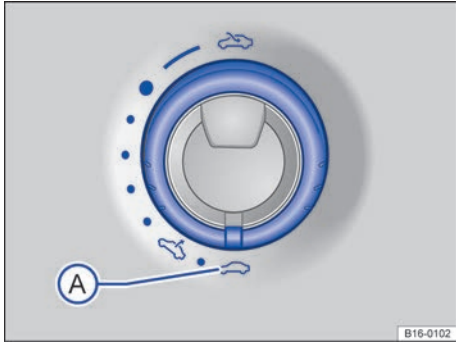

Fig. 74 En el revestimiento interior del techo: mando del techo de cristal.
- Gire el mando a la posición → fig. 74 (A) “cerrado”.